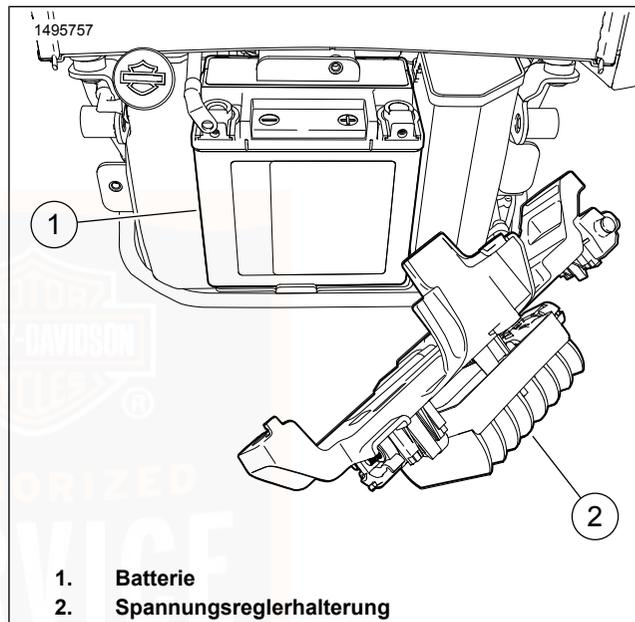

Abbildung 60. Spannungsreglerhalterung
6. Siehe Abbildung 60. Die Spannungsreglerhalterung (2) beiseiteschieben.
7. Die Batterie (1) ausbauen.